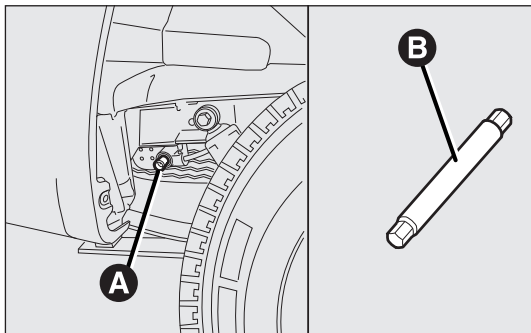
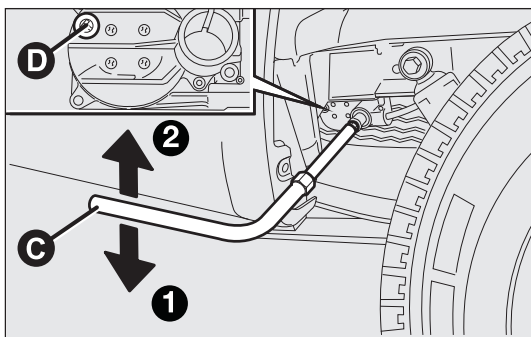

fig. 161
fig. 162
- pour toutes les versions : accéder par le passage de roue ARD du véhicule à la vis de réglage A-fig. 161 du dispositif de retenue de la roue de secours, et l'actionner à l'aide de la clé fournie, qui est munie d'une rallonge B, prévue à cet effet;
- tourner la clé C-fig. 162 dans le sens inverse des aiguilles d'une montre I pour faire descendre la roue de secours;
- insérer la clé fournie C-fig. 162, munie de la rallonge B-fig. 161 prévue à cet effet, sur la vis A-fig. 161 du dispositif de manœuvre du logement de la roue de secours et la tourner dans le sens des aiguilles d'une montre 2 pour faire remonter la roue de secours jusqu'à ce qu'elle se plaque contre son logement sous le plancher, tout en vérifiant l'affichage de l'encoche d'accrochage effectué D-fig. 162 dans la fenêtre figurant sur le dispositif.